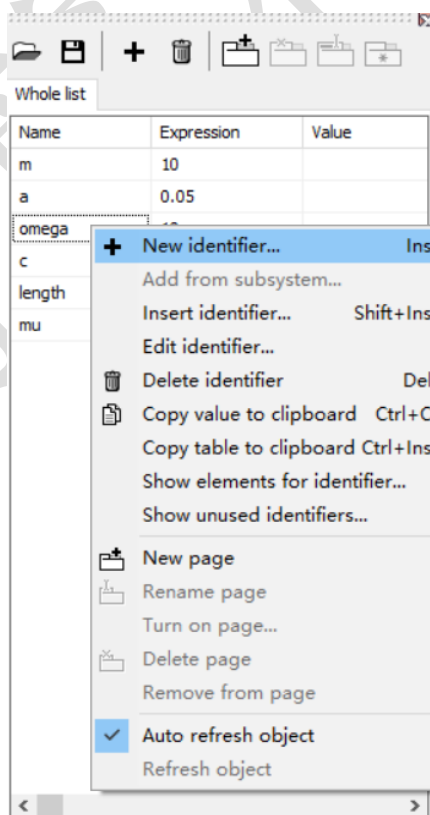

图 2.15 参数符号列表
1. 点击左下方参数表的按钮  或在参数表区域点右键选择菜单 New identifier，如图 2.15 所示。